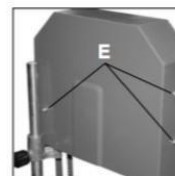

Figure 4
Retirez les vis à tête creuse situées sur les côtés et à l'arrière du capot (E) (Figure 4). Une fois retiré, le couvercle glissera et mettra à nu, exposant la roue motrice et la lame de scie.